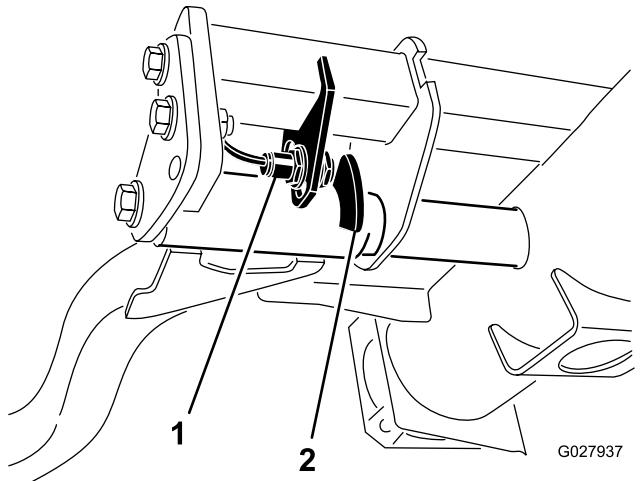

図 54
2. 昇降アームのスイッチは、油圧のメインタンクの下にある右前昇降アームの後ろ側に装着されている図 54。
3. スイッチの取り付けねじをゆるめ、スイッチの位置を下げるとき、昇降アームの旋回高さが高くなり、上げると、昇降アームの旋回高さが低くなる図 54。